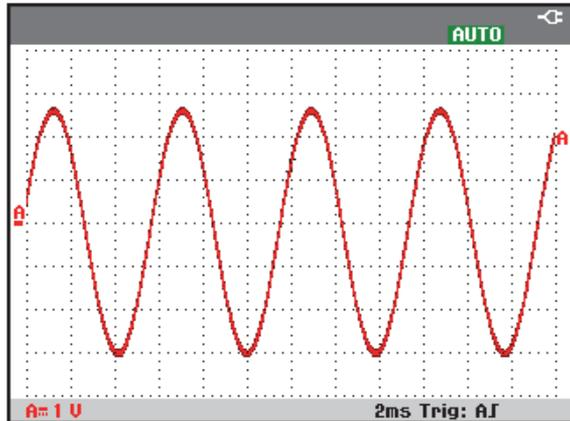

Figura 7. La pantalla después de un ajuste automático (Auto Set)
En el lado derecho de la pantalla se puede ver el identificador de forma de onda (A), tal y como muestra la Figura 7. El icono cero de la entrada A  en el lado izquierdo de la pantalla identifica el potencial de masa de la forma de onda.